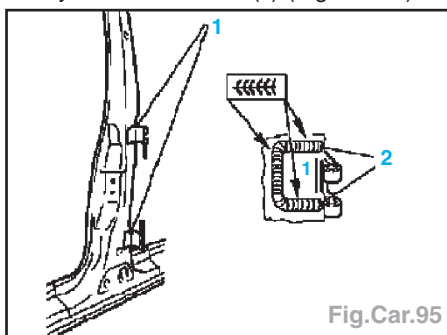

Fig.Car.95
- Souder les charnières (1) et étancher les joints de soudure (2) (Fig.Car.95).